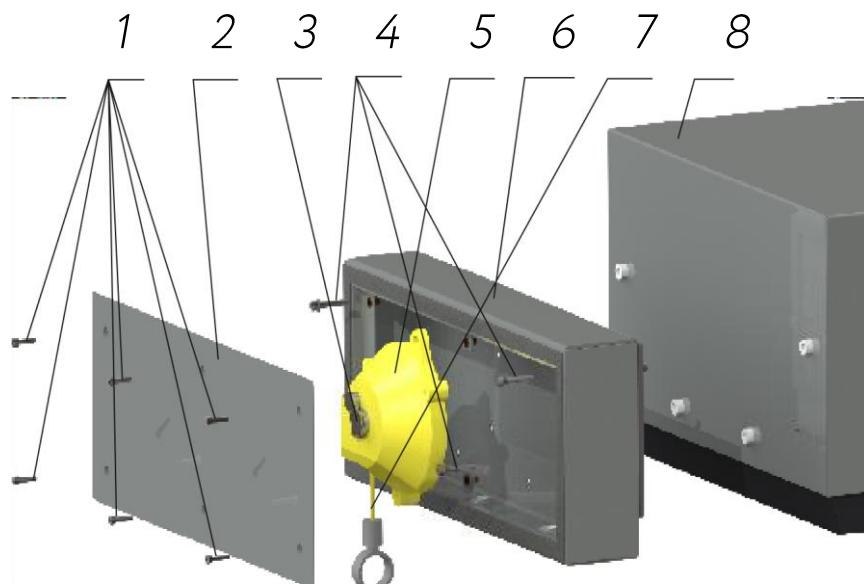

Рисунок 7.6 Кріплення натягувачів кабелю
1. Відкрутити 6 шурупів 1 (Рисунок 7.6).
2. Зняти кришку 2. (Рисунок 7.6).
3. Відкрутити болти натягувача 5 (Рисунок 7.6).
4. Відкрутити гвинти на натягувачах 5 (Рисунок 7.6) і зняти задню кришку.
7. Для складання. Перед цим розібрati натягувач 5 (Рисунок 7.6) і вийняти кабель з натягувача.
8. Протягнути кабель через вхідний отвір в корпусі 6 (Рисунок 7.6) і в корпус тrimacha.
11. Прикріпити натягувач до корпусу 6 (Рисунок 7.6).
12. Встановити необхідне зусилля натягу, повертуючи гвинт 3 (Рисунок 7.6) у міру необхідності (кріплення троса).
13. Прикріпити кришку 2 (Рисунок 7.6).
14. Закрутити шурупи 1 (Рисунок 7.6).